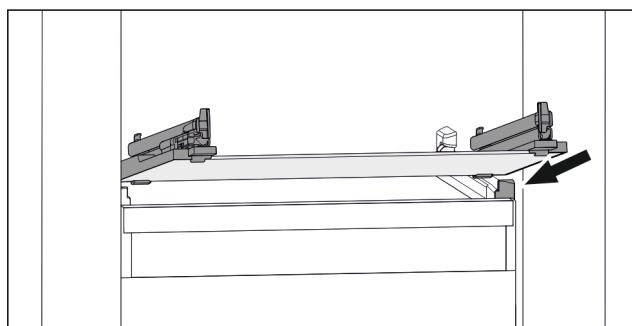

Fig. 130 Примерное отображение стеклянной пластины
- Наклоняя вниз, установите стеклянную пластину за стопоры. (см. Fig. 130)